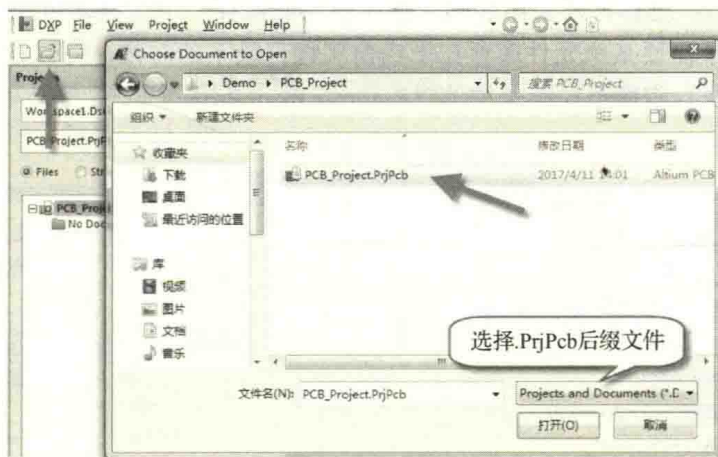

图 2-5 已存在工程文件的打开
(1) 在设计当中可能需要打开已存在的工程文件，这个时候可以执行菜单命令“File-Open...”，也可以单击标准工具栏中的按钮，出现如图 2-5 所示的窗口，选择工程文件（.PrjPcb 后缀），单击“打开”按钮，即可打开已存在的工程文件。